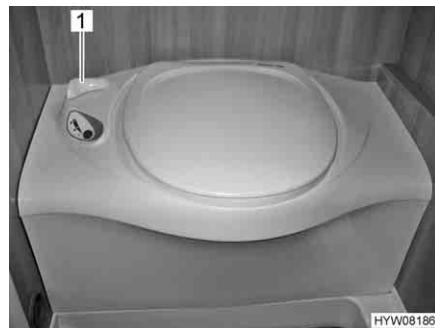

Fig. 114 Toilette Thetford
- Prima di tirare l'acqua, aprire il cursore della toilette Thetford. A tal fine ruotare la leva del cursore (Fig. 114,1) in senso antiorario.
- Dopo aver tirato l'acqua chiudere il cursore. Ruotare la leva del cursore (Fig. 114,1) in senso orario.